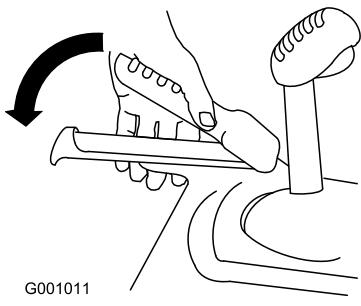

Рисунок 20
- Прижмите левый рычаг (тяги) к рукоятке (Рисунок 20).